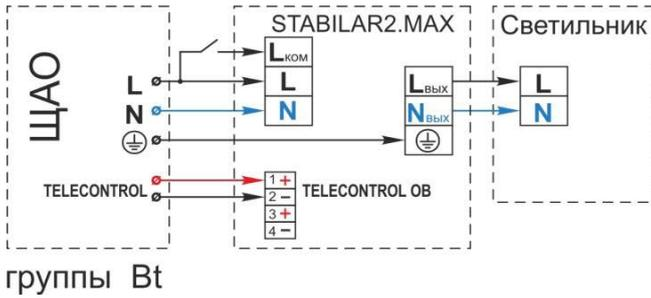

Рис.3
**Универсальный режим (местный Lcom)** – световой прибор функционирует в нормальном режиме как часть осветительной установки рабочего освещения и переключается в автономный режим в случае аварийной ситуации. Вход БАП подключается к группе Vt ЩАО. С помощью местного переключателя через N и Lcom, возможно изменение режима работы светового прибора – постоянный или непостоянный., рис.3 и рис.3а.
Рис.3а